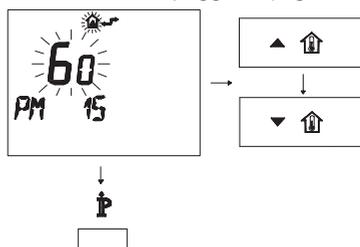

Figura 5.26
- Modificare il SET programmato agendo sui pulsanti  o  fino a visualizzare un set di 60, aspettare che il numero programmato cominci a lampeggiare (Figura 5.26).